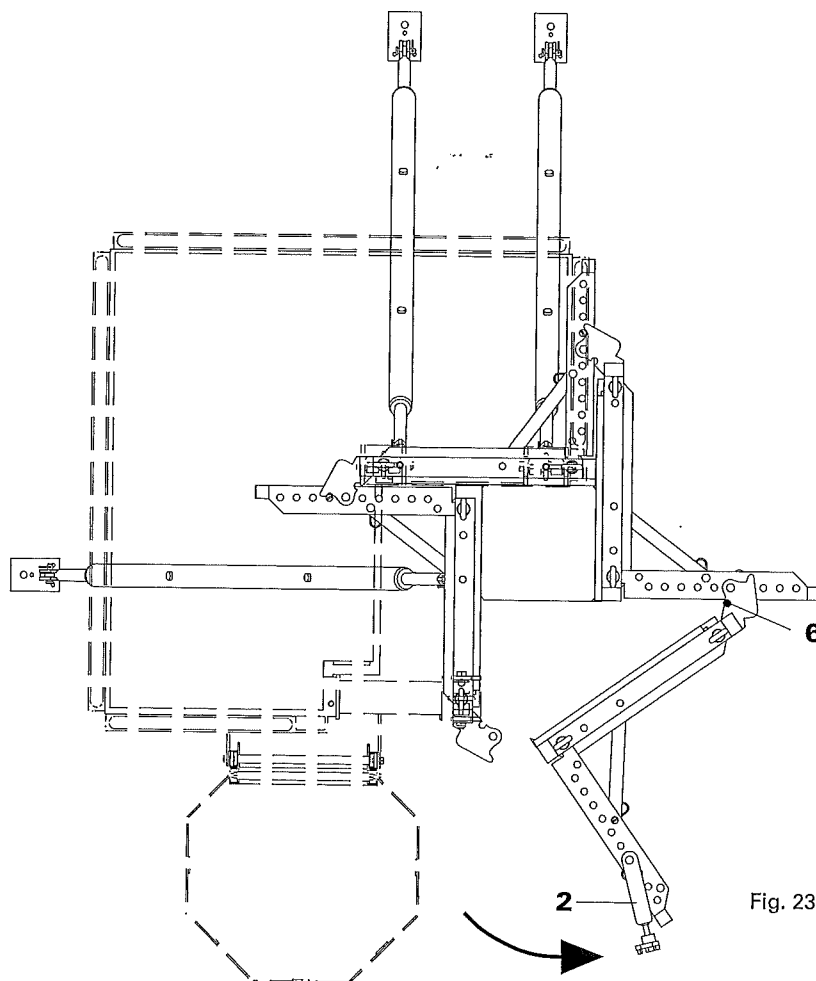

Fig. 23
4. Assicurare il telaio nella "posizione aperta" utilizzando il perno di bloccaggio **6** (fig. 23).